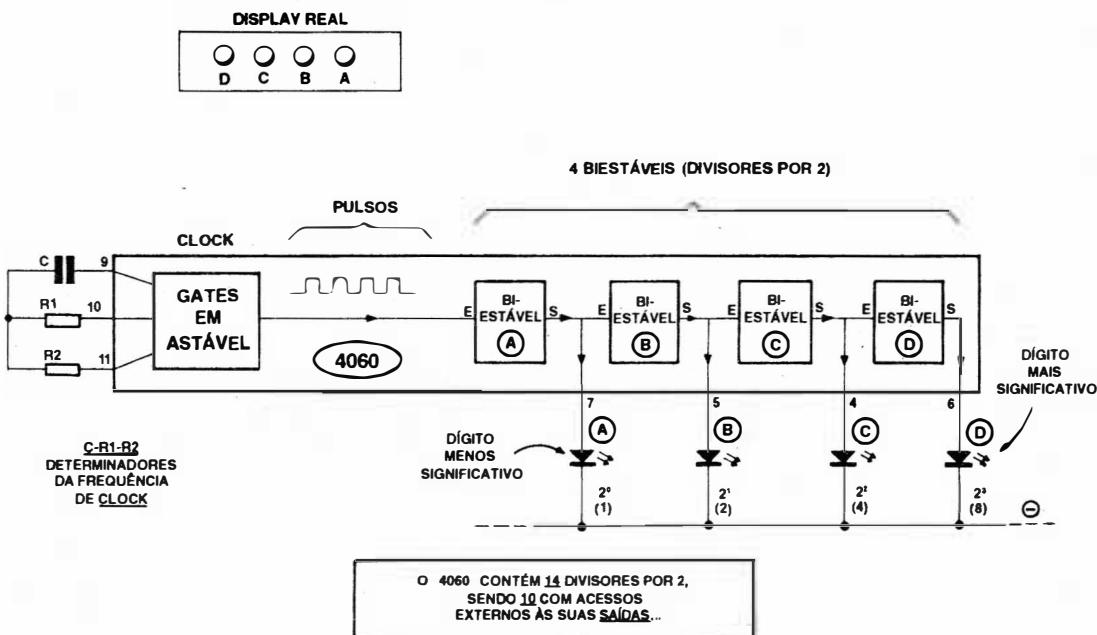

FIG. 2
- FIG. 2 - EXPLICANDO O CIRCUITO... - Tudo, no circuito (em termos ativos...) é feito pelo Integrado 4060, um versátil componente da “família” digital